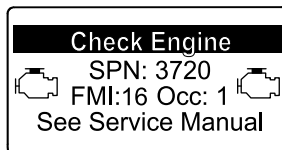

Рисунок 18
- Предупреждение о двигателе SPN 3720, FMI 16 (Рисунок 18)